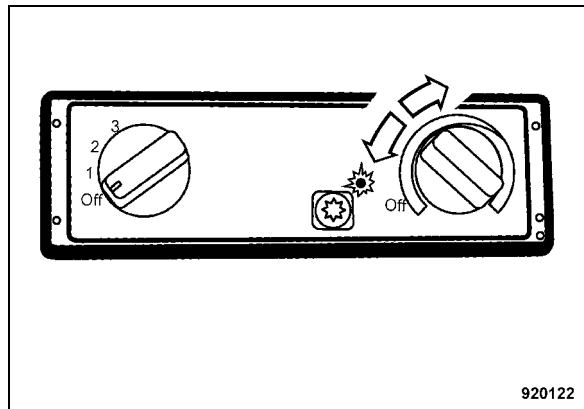

Fig. 138
- Con el interruptor giratorio para la calefacción de la cabina (Fig. 138) elegir una temperatura refrigerante en el campo azul.